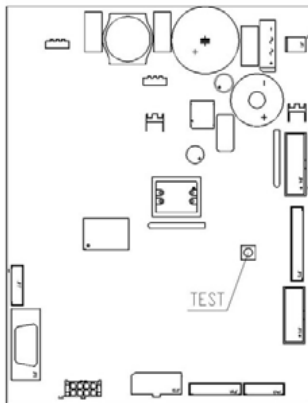

FIG. 3
- Si en la pantalla aparece "MEMORY CLEARED" apretar el pulsador situado en la tarjeta principal dentro de la caja recaudadora (véase FIG. 3) para inicializar la memoria. En la pantalla aparece el mensaje "PUERTA ABIERTA DISTRIBUIDOR EN MANTENIMIENTO". El distribuidor automático empezará automáticamente un autotest. Si no se identifica ningún error la columna se desplazará a la posición de inicio y la máquina estará lista para el uso.
Al encender el distribuidor, sobre el display aparece escrito "INIT" seguido por "memory cleared" si la memoria no contiene datos, o bien, si los datos contenidos no son confiables. La misma condición se alcanza cuando se ejecuta el mando "cancela memoria", o bien, en el caso en que la memoria se haya estropeado. Oprimiendo el pulsador FIG. 3 situado en la ficha electrónica principal en el interior de la caja para fichas, la memoria será automáticamente restablecida con los valores preestablecidos descriptos en la sección dedicada a las instrucciones. Luego la máquina iniciará automáticamente una serie de tests, al final de los cuales, si todo está en orden, entrará en funcionamiento. En caso contrario, el distribuidor quedará bloqueado y sobre el display se visualizará el número del test que corresponde con la parte donde se ha verificado el mal o nulo funcionamiento.
Es posible realizar también una prueba de funcionalidad del distribuidor, para tal fin es necesario encender el distribuidor y oprimir el pulsador test (FIG. 3) situado sobre la ficha electrónica principal, la máquina entrará en la modalidad de venta libre y en el display aparecerá el mensaje "Venta libre", si todo va bien, de otra manera se visualiza la selección: fuera de servicio. Para restablecer la selección, apretar el pulsador respectivo. Si el problema persiste, aparecerá escrito el mensaje indicante el tipo de avería. A partir de ese momento es posible probar el ciclo de venta de la máquina por cada una de las selecciones, mientras que sobre el display aparecerán los mensajes relativos a eventuales anomalías que se hubiesen verificado durante la prueba. Para entrar nuevamente en el modo de funcionamiento normal, basta oprimir nuevamente el pulsador FIG. 3 situado sobre la ficha principal.